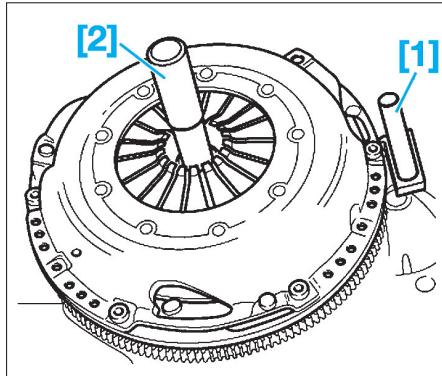

Fig. 1
- [1] Outil d'immobilisation du volant moteur (réf Audi : VAG 3067) (Fig.1).
- [2] Outil de centrage du disque d'embrayage (réf Audi : VAG 3176) (Fig.1).
- Immobiliser en rotation le volant moteur à l'aide de l'outil [1] de blocage (Fig.1).
- Le centrer à l'aide d'un mandrin de centrage approprié [2] (Fig.1).